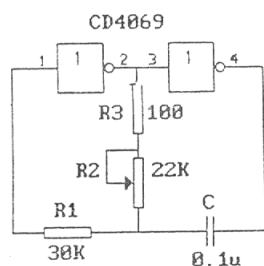

图 7.1
- (1). 由 CMOS 门构成多谐振荡器, 电路取值一般应满足 $R_1 = (2 \sim 10)R_2$ 周期 $T \approx 2.2R_2C$ 在学习机上按图 7.1 接成, 并测试频率范围。若 C 不变, 要想输出 1KHZ 频率波形。计算 R_2 的值并验证, 分析误差。若要实现 10KHZ~100KHZ 频率范围, 选用上述电路并自行设计参数, 接线实验并测试。